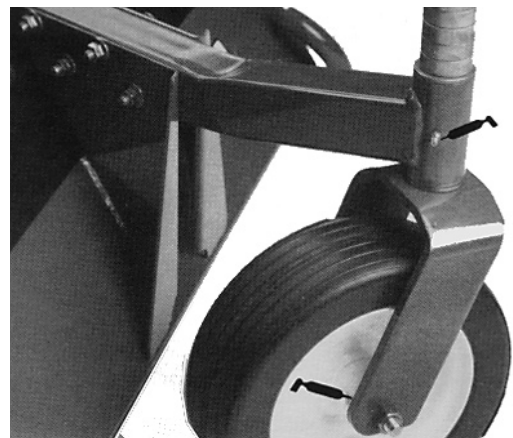
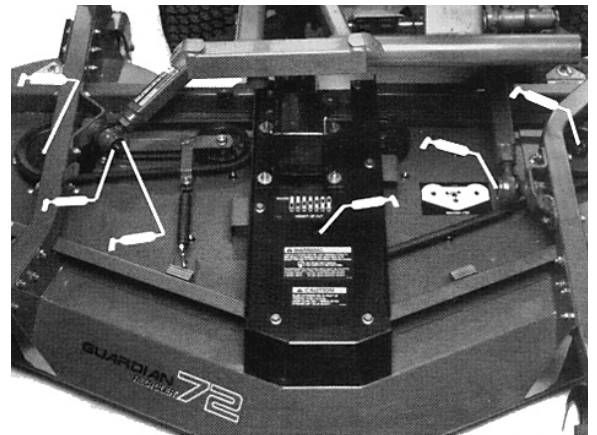

Fig. 5
Fig. 7
SMØRING AV LAGRE, FORINGER OG GEARKASSE (Fig. 5–8)
1. Klippeenheten har lagre og foringer som må smøres. Smørepunktene er: fronthjulets spindelforinger (fig. 5), hjullagrene (fig. 5 og 6), bladspindellagrene (fig. 7), lederullarmens dreietapp (fig. 7) og høyre og venstre kuleledd (fig. 7).